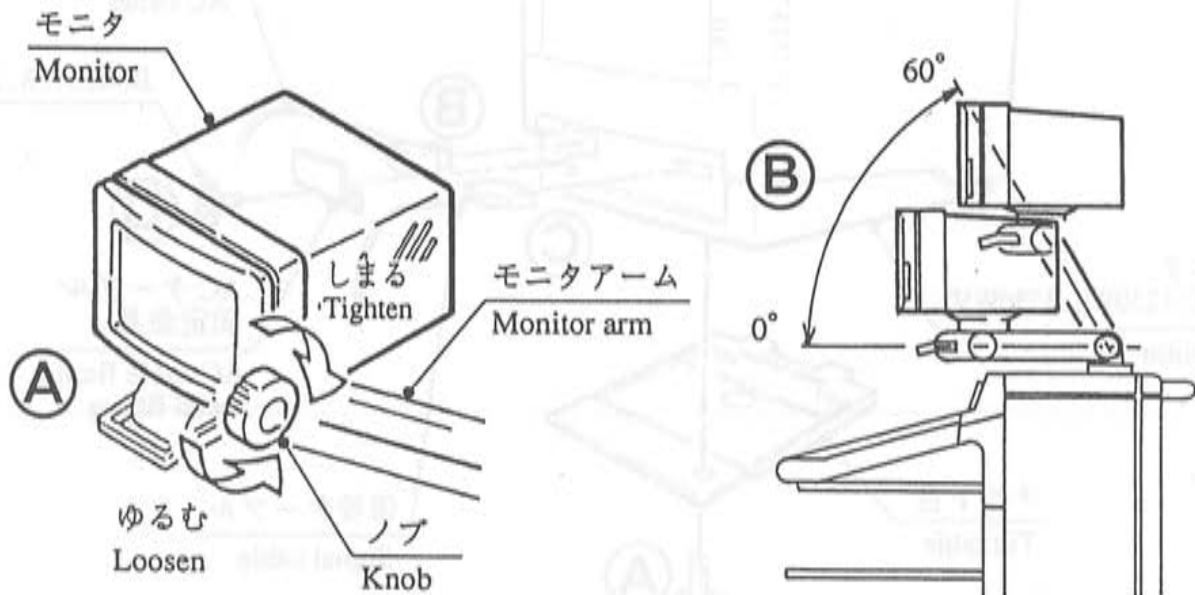

図4 Fig. 4
- (1) モニタの上下移動はノブをゆるめて行い、適正位置でノブを締めて固定する。(図4 ㉔)
- (2) モニタアームの上下の可動範囲は、 $0^{\circ}$  ~  $60^{\circ}$  の範囲。(図4 ㉕)
- (1) To shift the monitor vertically, first loosen the arm knob, and after duly positioning the monitor, tighten the knob to fasten the monitor down. (㉔ in Fig. 4)
- (2) The monitor arm swings vertically over a  $0^{\circ}$  to  $60^{\circ}$  range. (㉕ in Fig. 4)